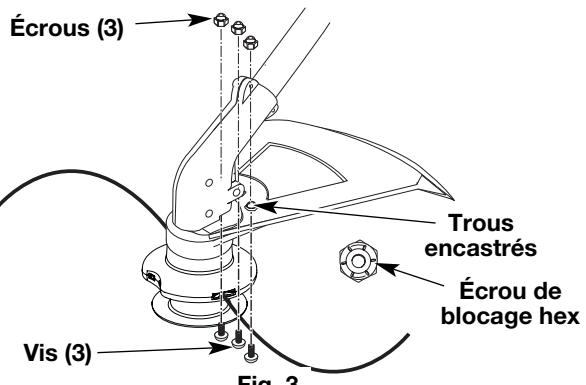

Fig. 3
- Placez un de trois écrous de blocage hex dans l'un des trois trous encastré, sur le dessus du protecteur d'accessoire de coupe (Fig. 3).
- Introduisez une vis dans le trou du bas du protecteur d'accessoire de coupe. Vissez-la dans l'écrou posé à l'étape 2 (Fig. 3). Évitez de serrer.